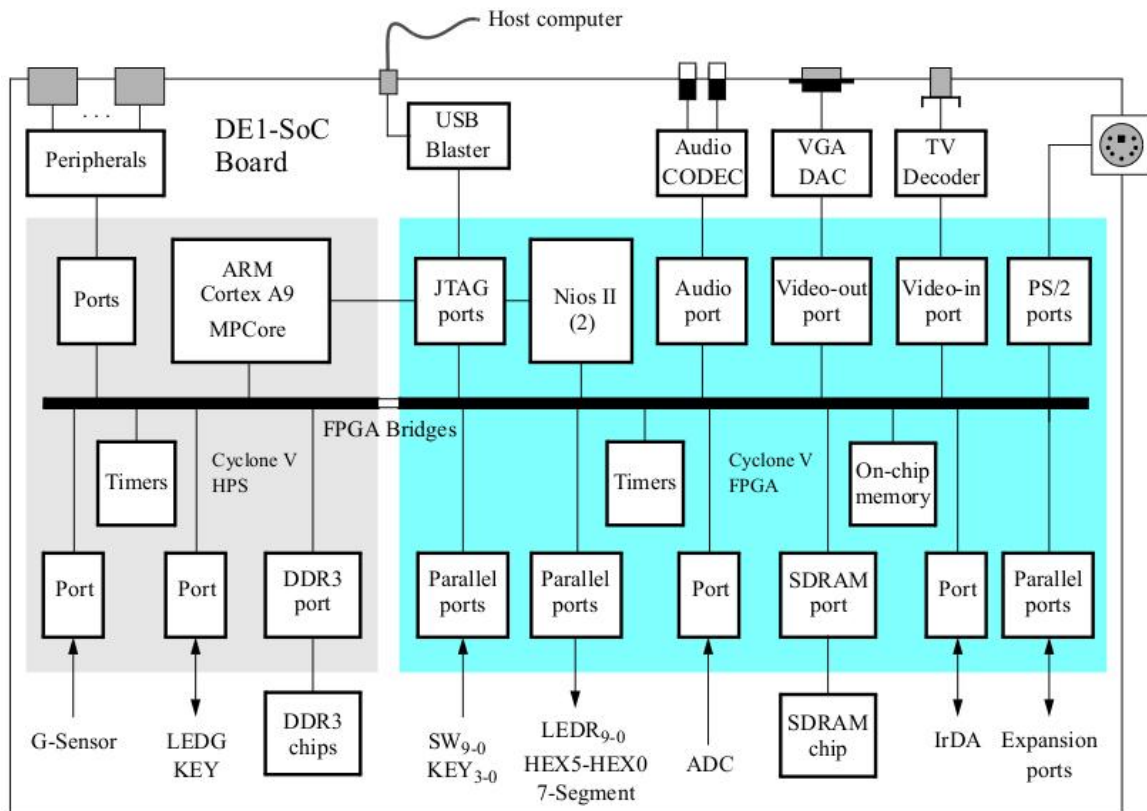

Рис. 36. Блок-схема DE1-SoC Computer
6. Ознайомтеся з системою. Погляньте на зображення у документі *figure 1* — блок-схему системи (рис. 36). Ознайомтеся з описом *DE1-SoC Комп'ютера*.